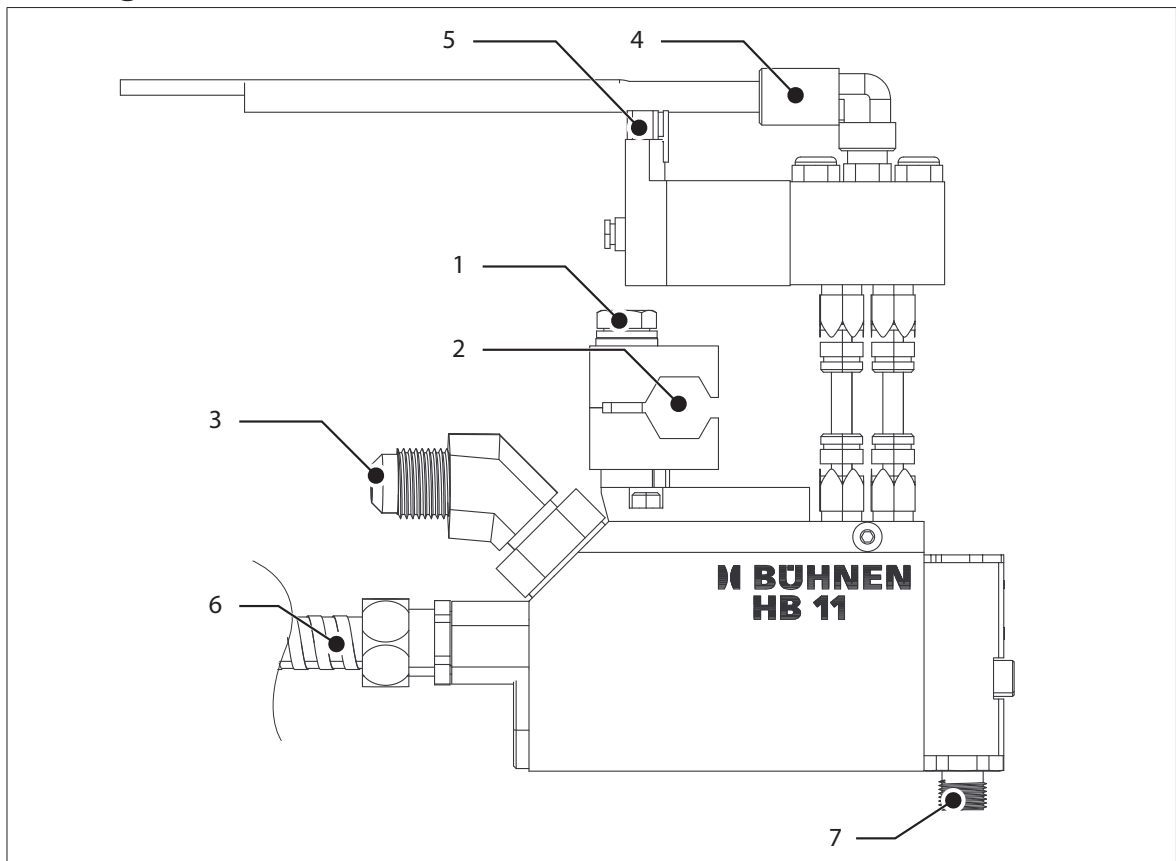
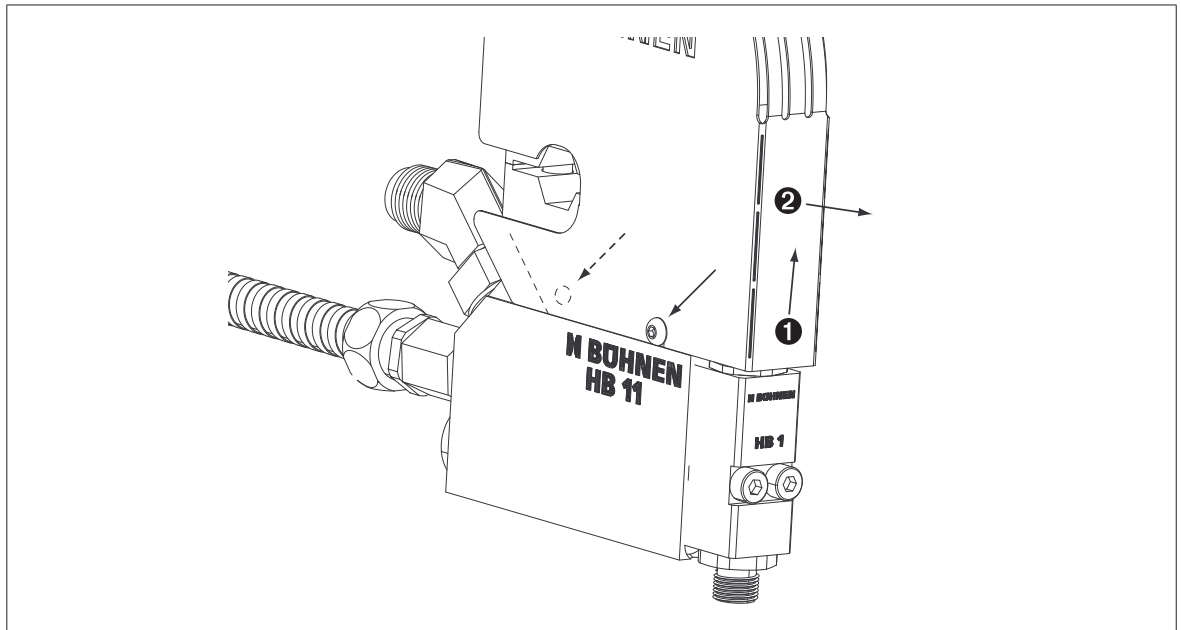

Bild 2: Anschlüsse HB 11
Bild 3: Haube lösen
1. Die in *Bild 3* gezeigten Schrauben mit einem Inbus-Schlüssel (2 mm) 2-3 Umdrehungen lösen.
2. Die Abdeckhaube leicht anheben (❶) und nach vorne abziehen (❷).
3. Schraube (1) (*siehe Bild 2*) mit einem Gabelschlüssel (SW 10) lösen.
4. Die Öffnung (2) der Klammer über die Halterungsstange (11...12 mm Ø) schieben.
6. Schraube (1) festziehen.
3. Den Stecker (5) (*siehe Bild 2*) des Kabels für die Ansteuerung des Magnetventils aufstecken.
5. Den Steckverbinder am Ende von Kabel (6) mit dem Gegenstecker am heizbaren Schlauch verbinden.
Verbinden Sie die Druckluftzufuhr (Schnellkupplung PK4) mit dem Anschluss (4) (siehe Bild 2).
3. Heizbaren Schlauch mit Anschluss (3) verschrauben (siehe „Bild 2: Anschlüsse HB 11“ auf Seite 6).
Nach dem Aufsetzen und Verschrauben der Haube (siehe Bild 3) ist die Montage abgeschlossen.